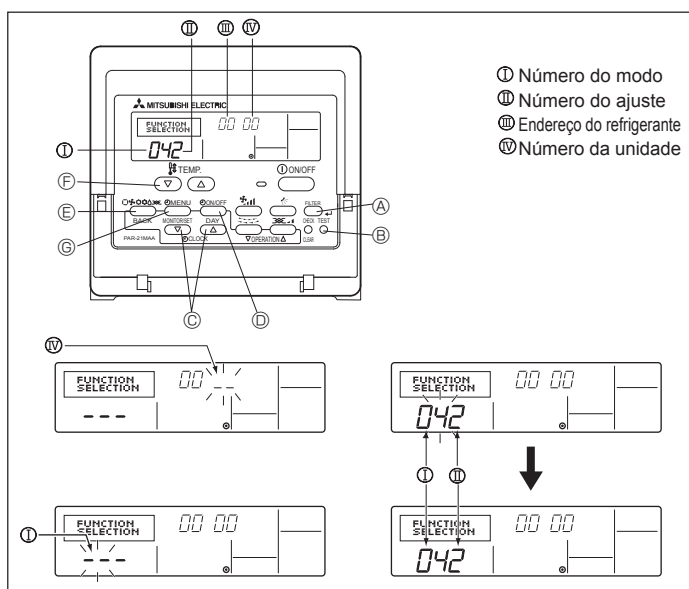

Fig. 6-9
1) Para controlo remoto com fio (Fig. 6-9)
- ① Vá ao modo do ajuste de função. Desligue o controlo remoto. Prima os botões FILTER A e TEST RUN B em simultâneo e mantenha-os pressionados durante, pelo menos, 2 segundos. FUNCTION (função) começa a piscar.
- ② Utilize a tecla C para ajustar o endereço do refrigerante (III) a 00.
- ③ Carregue em D de maneira que [-] passe a piscar na indicação do número da unidade (IV).
- ④ Use o botão C para definir o número da unidade (IV) para 00.
- ⑤ Pressione a tecla E MODE para designar o endereço do refrigerante/número da unidade. [-] irá piscar na indicação do número de memória (I) momentaneamente.
- ⑥ Pressione as teclas F para ajustar o número de memória (I) a 04.
- ⑦ Prima o botão C e o número de definição (II) actualmente definido começa a piscar. Use o botão F para mudar o número de definição de acordo com a voltagem do fornecimento de energia eléctrica.